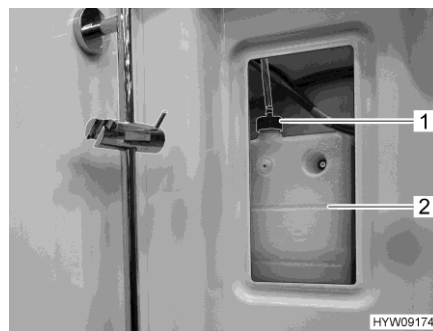
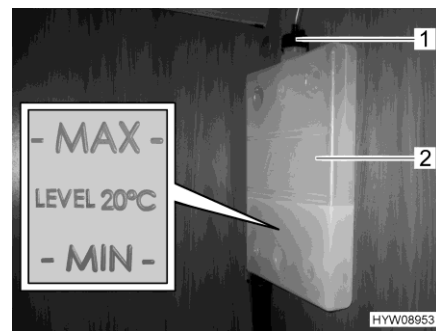

Fig. 223 Recipiente de compensación (calefacción de agua caliente)
Fig. 224 Marca "MIN/MAX"
- Quitar la cubierta para el recipiente de compensación (Fig. 223,2) en la parte superior derecha en la ducha.
- Comprobar si en el recipiente de compensación (Fig. 224,2) el líquido está entre las marcas "MIN" y "MAX" (Fig. 224).
- Abrir la tapa giratoria (Fig. 223,1 ó Fig. 224,1) del recipiente de compensación.